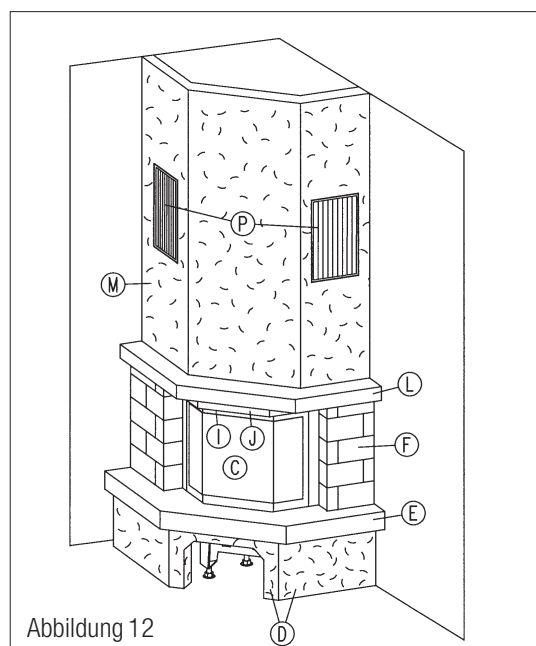

Abbildung 12
13.6 Stecken Sie nun die Lüftungsgitter in die Einbaurahmen. **(Abb. 12)**